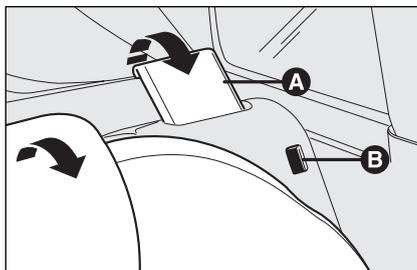

fig. 4
**ATTENTION** L'ancrage correct du dossier est assuré par la disparition de la "bande rouge" **B-fig. 4** présente à côté des leviers **A** de renversement du dossier. Cette "bande rouge" indique en effet l'absence d'ancrage du dossier. Pour les versions ayant le siège coulissant, contrôler toujours que le dossier réglable soit bloqué en position d'utilisation; ces versions ont le dossier "rabattable": en ramenant le dossier en position d'utilisation, s'assurer de l'ancrage effectif jusqu'à percevoir le déclic de blocage.
*S'assurer que le dossier soit correctement accroché sur les deux côtés ("bandes rouges" **B-fig. 4** non visibles) pour éviter qu'en cas de freinage brusque, le dossier ne puisse se projeter en avant et provoquer ainsi des blessures aux passagers.*